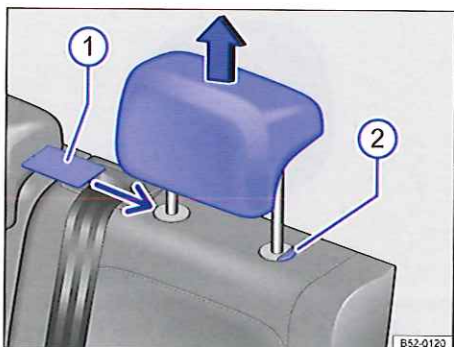

Fig. 51 Dépose de l'appuie-tête arrière
- Le cas échéant, glissez un objet plat, par exemple une carte en plastique, entre la garniture du dossier de siège et le capuchon de la barre de guidage de l'appui-tête pour procéder au déverrouillage ⇒ fig. 51 ①.
- Appuyez en même temps sur la touche ② pendant qu'une deuxième personne retire complètement l'appui-tête.